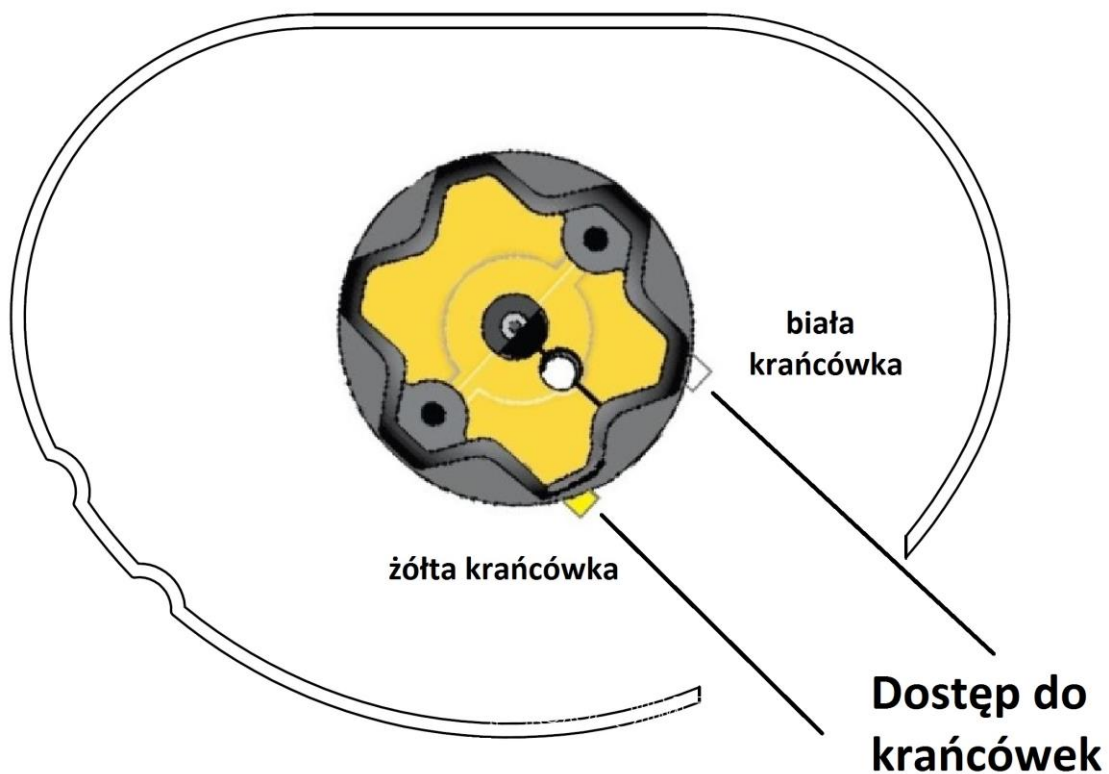

Rys.2b
2. W zależności od sposobu montażu przykręć uchwyty montażowe za pomocą kołków montażowych do ściany (Rys.2a) bądź sufitu (Rys.2b).